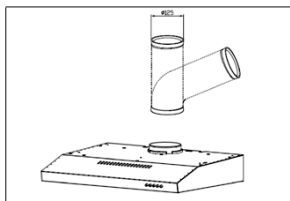

Fig. 7
- Pada mode ini, kipas tudung hisap akan menyaring uap masakan dengan penyaring minyak dan dengan busa penyaring karbon. (Fig. 7)
Ventilasi atas : Pasang sambungan ke luar dan gunakan pipa Ø120mm. (Fig.7) Catatan: Pipa tambahan tidak disediakan.
Sambungan (Fig. 7)